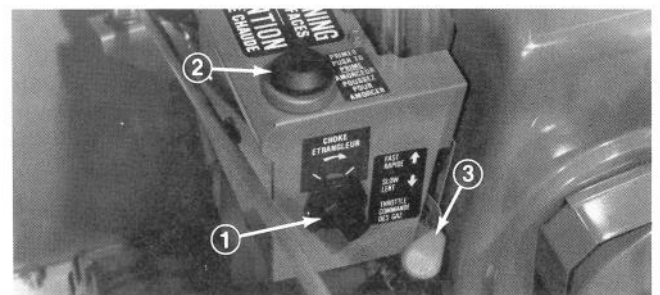

Figure 17
**Commande des gaz** (Fig. 17) — En tirant la manette vers le haut, vous augmenterez le régime du moteur. Ne faites tourner le moteur que juste assez vite pour projeter la neige à l'endroit désiré.
**Étrangleur** (Fig. 17) — L'étrangleur du moteur se trouve à l'arrière de la boîte de chauffage. Pour mettre en marche le moteur froid, tournez la manette de l'étrangleur à fond dans le sens des aiguilles d'une montre (FULL CHOKE). Au fur et à mesure que le moteur se réchauffe, ramenez petit à petit la manette en position ARRÊT.
**Amorceur** (Fig. 17) — Appuyez sur l'amorceur qui projette une petite quantité d'essence dans le moteur pour faciliter la mise en marche par temps froid.